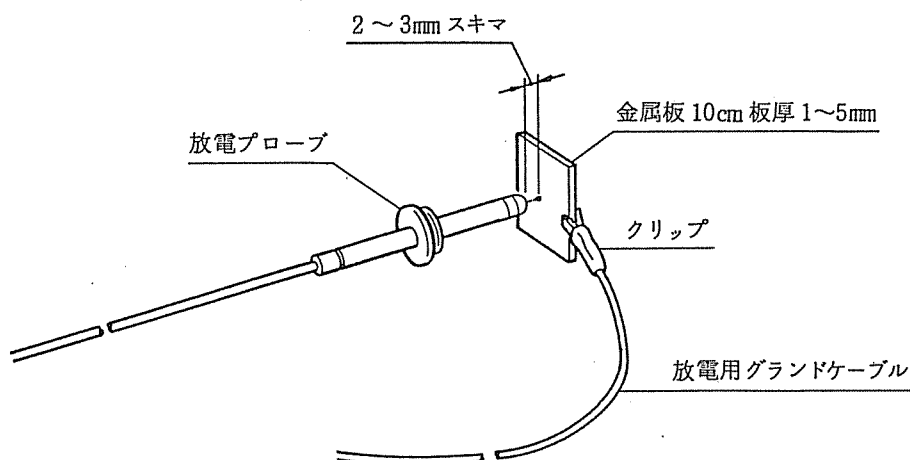

図 12
7. トリガースイッチのボタンを押し、放電電極先端より金属板へ5~6回位火花放電させる。又金属板と電極先端の距離を変えて放電状態も確認する。(図12の状態で)
8. 項目6の状態で高圧OFFスイッチ④を押し高圧警告ランプ⑥が消えることを確認する。